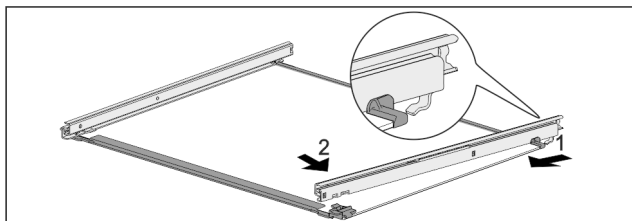

Fig. 116 Tablette en verre avec rails
- Accrocher le rail à l'arrière. Fig. 116 (1)
- Accrocher le rail à l'avant. Fig. 116 (2)